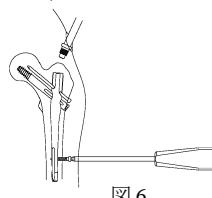

図6
- 1) Tレンチ又はドライバーにてエンドキャップを抜去し、ディスタルスクリューを抜去します。(図6)